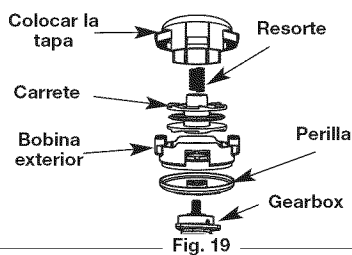

Fig. 19
2. Quite la tapa de tope dejando que salte o es posible que sea necesario mover un poco la tapa para sacarla de la bobina exterior (Fig. 19)
4. Vuelva a colocar el carrete interior en la bobina exterior (Fig. 19).